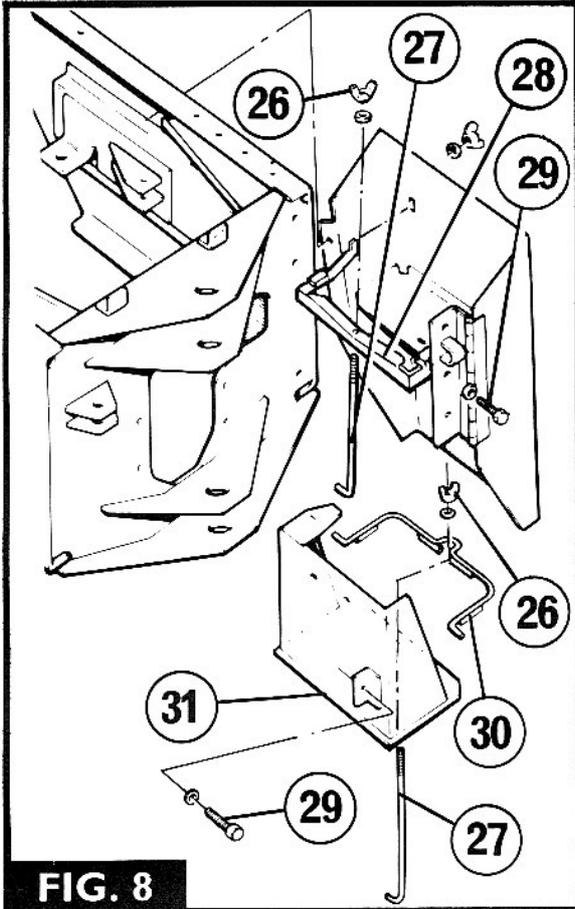

FIG. 8
3. Retirer l'écrou à oreilles(26) de la tige de retenue (27) puis soulever le support de batterie (28). Déposer la batterie.
4. Fig. 8. Retirer les trois boulons (29) fixant le compartiment à batteries sur le coin arrière droit du châssis avant.
3. Retirer l'écrou à oreilles (25), la tige de retenue (27) et le support de batterie (30), puis soulever la batterie pour la sortir.
4. Fig. 8. Retirer les quatre boulons (29) fixant le support (31) de batterie inférieure sur le châssis.